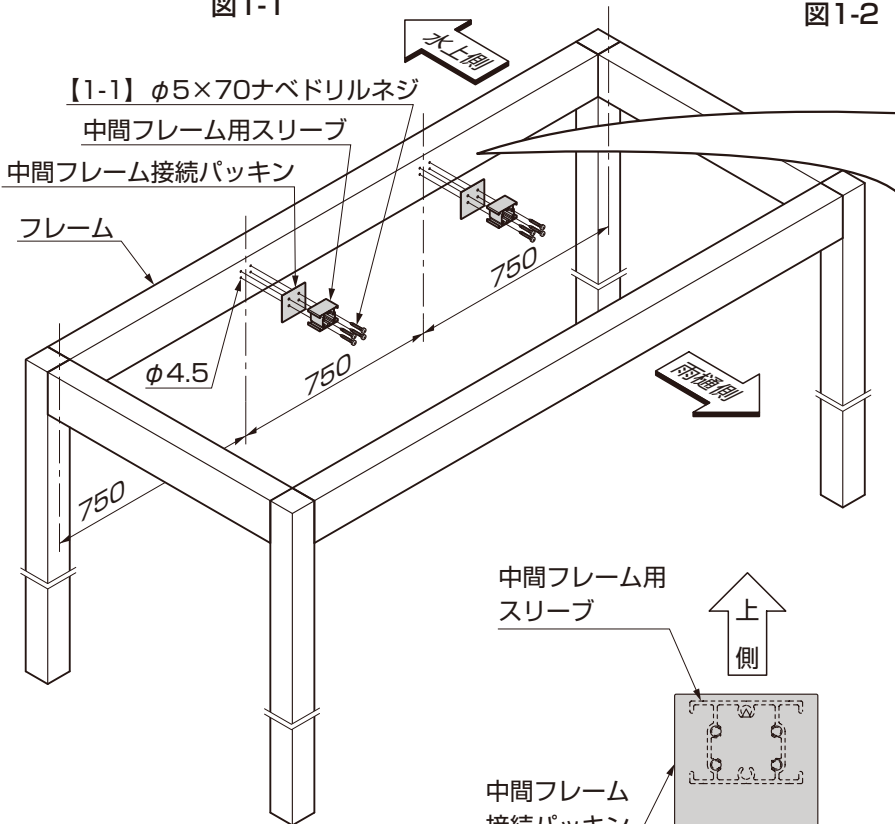

図1-4
- ③中間フレーム用スリーブをフレームに【1-1】で取付けてください。(図1-4参照)